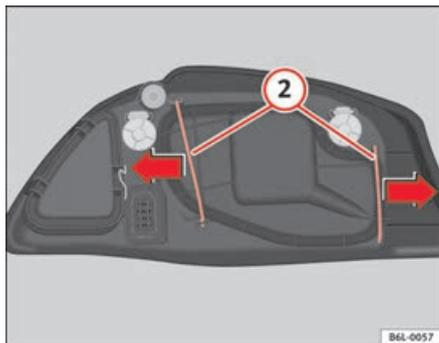

Fig. 153 Lampada abbaglianti
- Far scorrere i tiranti (2) ⇒ fig. 153 all'in fuori nel senso della freccia e sfilare la chiusura.
- Riposizionare la copertura di plastica e i tiranti (2) ⇒ fig. 153.